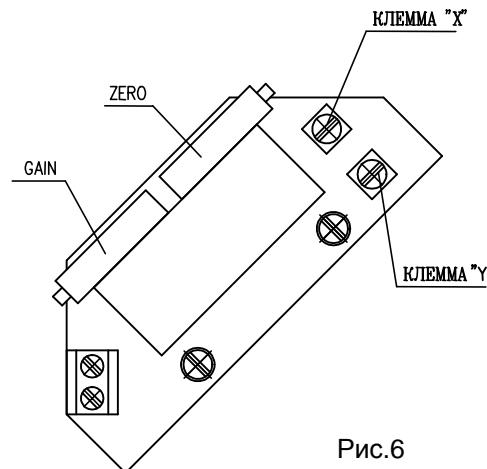

Рис.6
4.5.1 EPV - 2-проводниковое включение (рис.6)
- Установите датчик сопротивления на основании инструкций в предыдущей главе так, что величину сопротивления измеряйте на клеммах X-Y (рис.6). (употреблен датчик с сопротивлением 100Ω)
- Поворачиванием устанавливающего триммера ZERO (рис.6) установите величину выходного сигнала тока, измеряемого на клеммах 81-82, на величину 4 mA.
- Поворачиванием устанавливающего триммера GAIN (рис.6) установите величину выходного сигнала тока, измеряемого на клеммах 81-82, на величину 20 mA.
- Установите датчик сопротивления на основании инструкций в предыдущей главе так, что величину сопротивления измеряйте на клеммах X-Y (рис.6).